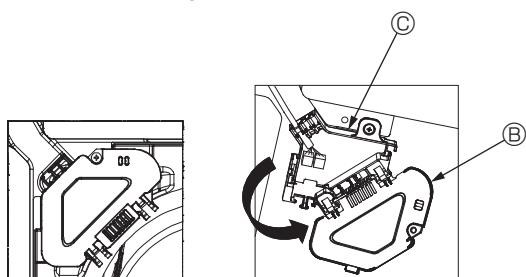

Fig. 7-5
③ Usunąć jedną śrubę mocującą pokrywę skrzynki złączy, a następnie otworzyć pokrywę. (Fig. 7-5)
④ Umieścić złącze przewodu łączącego w skrzynce złączy.
⑤ Zainstalować osłonę przewodu i pokrywę skrzynki złączy.